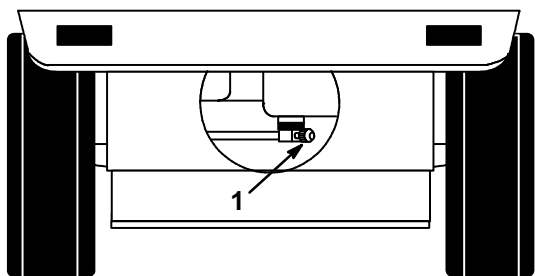

Figure 29
2. Fermer le robinet d'essence au niveau du réservoir (Fig. 29).
2. Fermer le robinet d'essence du réservoir (Fig. 29).
7. Ouvrir le robinet d'essence du réservoir (Fig. 29).